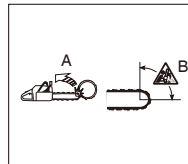
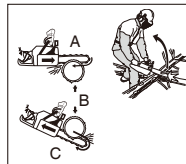

Bild. 2A
Bild. 2B
**DREH-RÜCKSCHLAG** (Bild. 2A) **STOSS- (KLEMMR-ÜCKSCHLAG)UND ZUGREAKTIONEN** (Bild.2B)